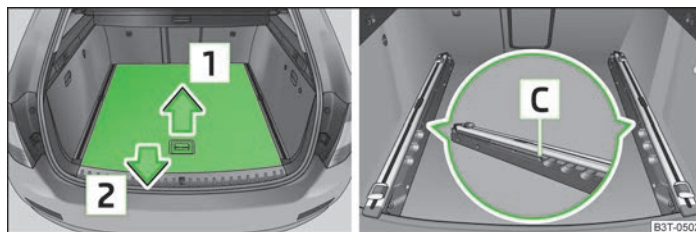
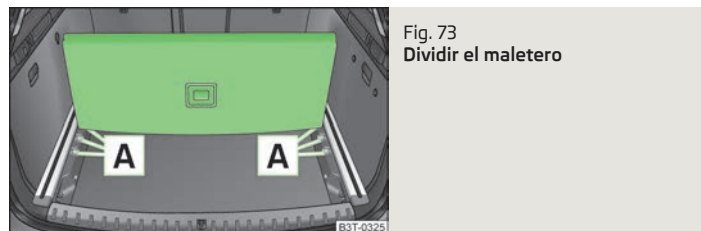

Fig. 72 **Maletero: retirar parcialmente el suelo de carga variable**
Fig. 73
- Agarrar la parte posterior del suelo de carga variable por la empuñadura levantándola algo en el sentido de la flecha **1** » fig. 72 y extraer por encima del paragolpes en el sentido de la flecha **2** hasta que encastre en el orificio **C** » fig. 72.
- Coger la parte trasera del suelo por la empuñadura, levantarla en dirección de la flecha **1** » fig. 72 de la página 80 e introducir el borde trasero en uno de los orificios **A** » fig. 73.